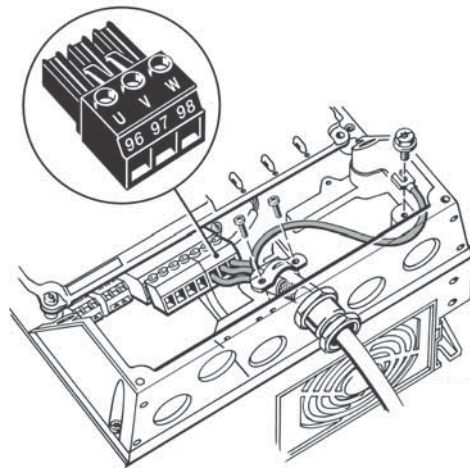

Abb. 13 Motoranschluss, Gehäuse A5
1. Den Schutzleiter an die Klemme 99 (PE) anschließen. Siehe Abb. 13.
2. Die Leiter des Motorkabels an die Klemmen 96 (U), 97 (V) und 98 (W) des Motorsteckers anschließen.